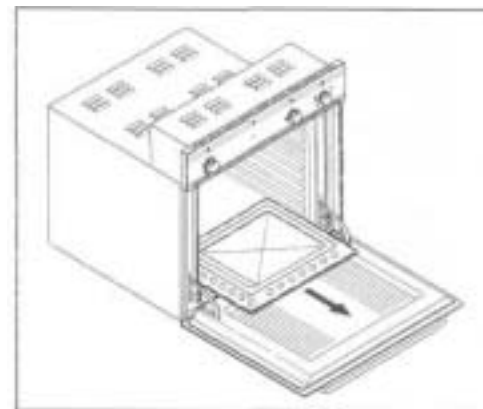

Рис. 4
- вынуть дно духовки (см. рис. 4);